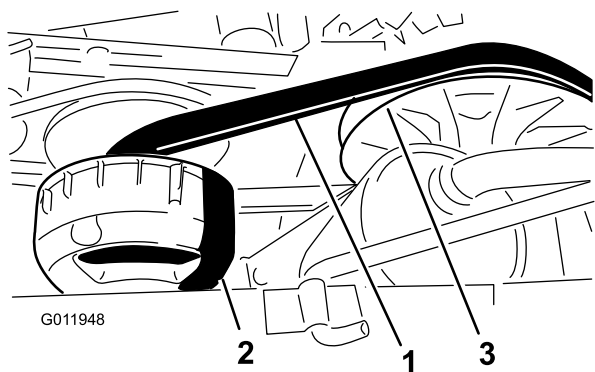

Рисунок 69
4. Проверните и осмотрите ремень (Рисунок 69) на наличие чрезмерного износа или повреждений.
3. Поверните и проложите ремень поверх вторичного сцепления (Рисунок 69).
4. Снимите ремень с главного сцепления (Рисунок 69).
5. Проложите новый ремень поверх главного сцепления (Рисунок 69).
6. Поверните и проложите ремень поверх вторичного сцепления (Рисунок 69).